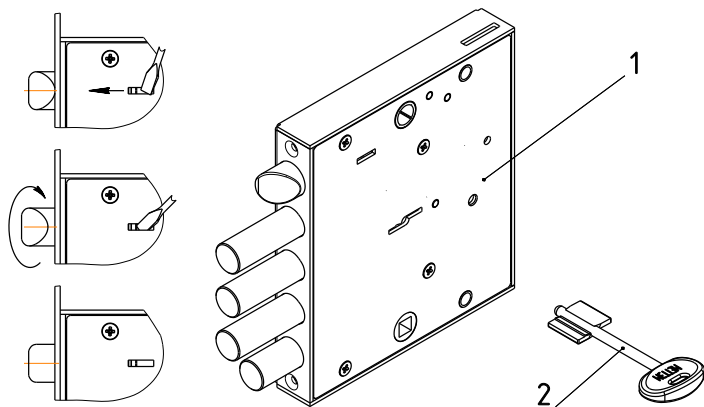

Рис.1
Комплектность замка приведена в таблице и показана на рис. 1.
4.1. Внешний вид и установочные размеры замка показаны на рис.1, 2.
5.2. Установить при необходимости защелку в соответствующее положение для правой или левой двери путем ее выдвигания из корпуса отверткой через отверстие в крышке замка и разворота на 180° вокруг своей оси (см. рис.1).